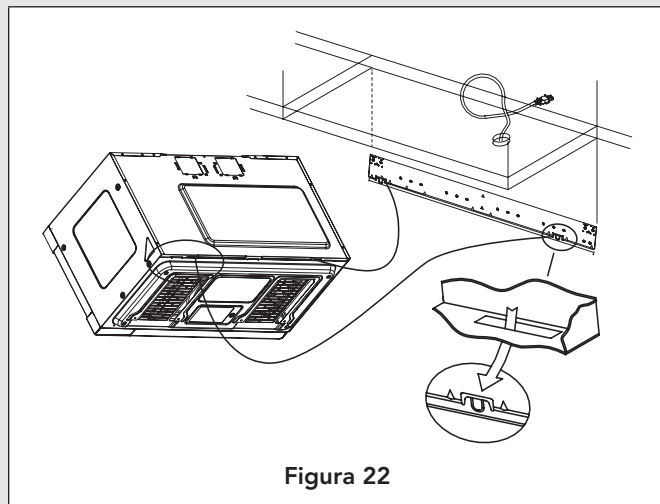

Figura 22
- Cuelgue la unidad sobre dos lengüetas en la parte inferior de la placa de montaje. Consulte la Figura 22.